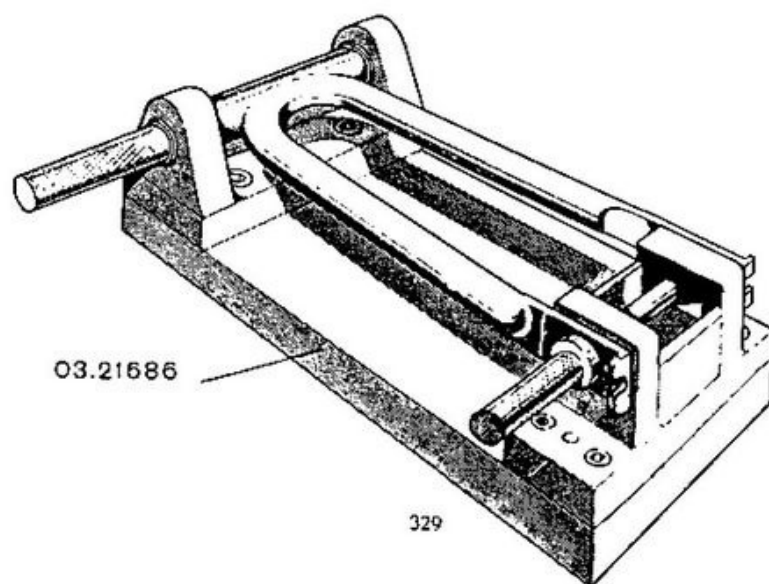

Fig. 115 - Dima controllo forcella posteriore.
1) Per la rimessa in squadra vale quanto è stato detto per il telaio (fig. 115).